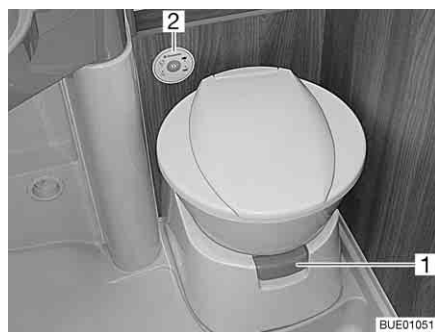
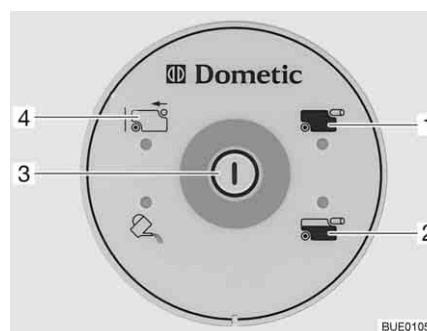

Fig. 273 Cuvette des toilettes avec unité de contrôle et de commande
Fig. 274 Unité de contrôle et de commande toilettes
Faire couler un peu d'eau dans la cuvette des toilettes avant de s'en servir. Appuyer pour ce faire sur le bouton de la chasse d'eau (Fig. 274,3) sur l'unité de contrôle et de commande (Fig. 273,2).
- Avant d'actionner la chasse d'eau, ouvrir le curseur des toilettes. Tirer pour cela sur le levier du curseur (Fig. 273,1).
- Pour actionner la chasse d'eau, appuyer sur le bouton (Fig. 274,3).
Le voyant de contrôle (Fig. 274,2) s'allume lorsque le réservoir pour matières fécales est au 3/4 plein.
Le voyant de contrôle (Fig. 274,1) s'allume lorsque le réservoir pour matières fécales doit être vidé.
- Enfoncer le levier du curseur (Fig. 273,1). Le curseur se ferme. Pour la vidange il **faudrait** que le curseur des toilettes soit fermé.
- Faire légèrement basculer le réservoir pour matières fécales puis l'enlever complètement. Sur l'unité de contrôle et de commande est allumé l'indicateur "Réservoir pour matières fécales retiré" (Fig. 274,4).